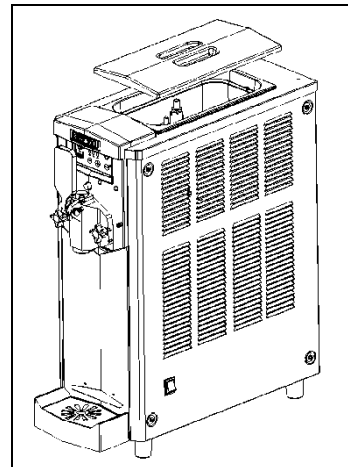

Abb. 30
- Den Deckel wieder auf der Wanne anbringen, den Stecker in die Steckdose stecken und den Hauptschalter A einschalten (Abb.30).